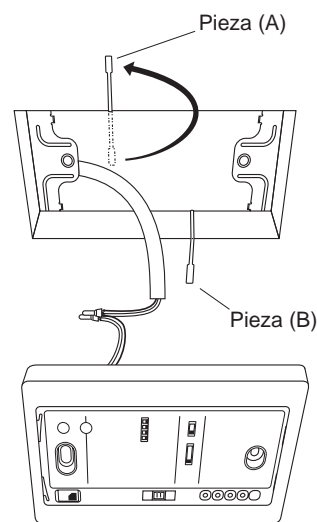

Fig. 11-27
4. Mantenga el soporte con ayuda de las piezas (A) y (B). (Fig. 11-27)